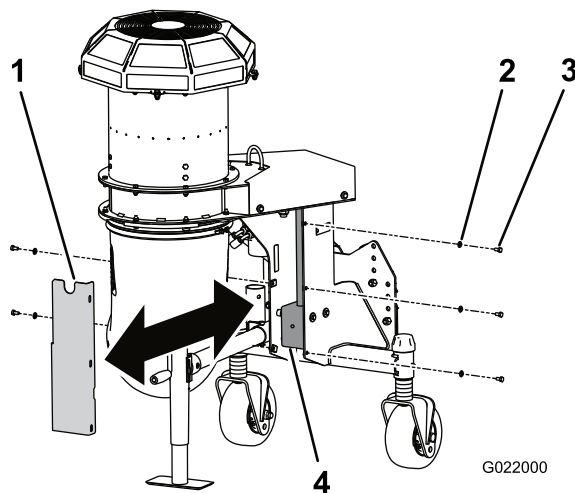

Figura 24
2. Retire os (5) parafusos e anilhas que prendem a cobertura da caixa de engrenagens ao soprador (Figura 24).
3. Retire a cobertura para expor a caixa de engrenagens do soprador (Figura 24).